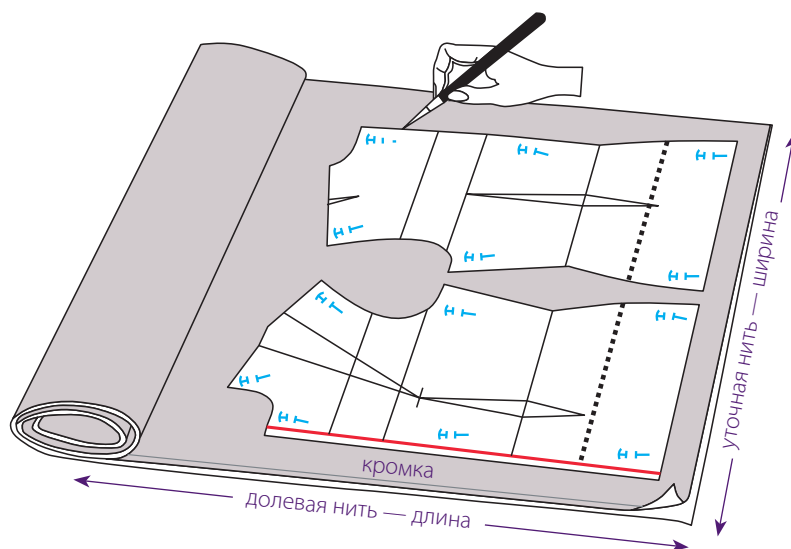

Рис. 1
Сложите ткань пополам, чтобы можно было одновременно выкраивать две половинки переда и две половинки спинки — левую и правую стороны. Очень важно расположить выкройку в соответствии с обозначением долевой нити (DF) — направление, параллельное кромке ткани. Затем в нескольких местах приколите выкройку к ткани (рис. 1). Прочертите контур выкройки на ткани с помощью соответствующего инструмента — например, не слишком жесткого цветного карандаша или мела.